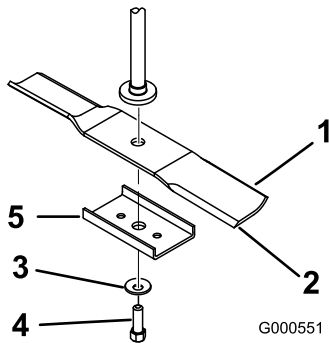

Figura 47
arandela curva, el refuerzo de la cuchilla y la cuchilla (Figura 47).
2. Instale el refuerzo de la cuchilla, la arandela curva (con la copa hacia la cuchilla) y el perno de la cuchilla (Figura 47).
1. Instale la cuchilla en el eje (Figura 47).